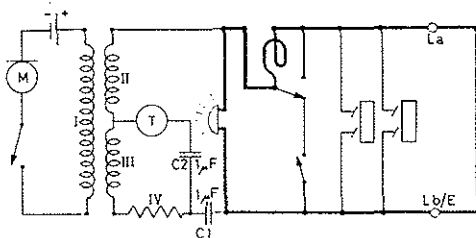

Fig 15.
34. Strømkretsen for denne prøven er vist i fig 15. Kortslett klemmeskruene «La» og «Lb/E» og trykk ned prøveknappen. Når en sveiver på induktoren, får en følgende strømkrets: Fra induktoren gjennom ringeklokken, over «Lb/E» og «La» og tilbake til induktoren. Av diagrammet vil framgå at forbindelsen fra induktorkontakten til «Lb/E» er brutt, når prøveknappen er trykket ned. Letteste vei for ringestrømmen å gå, blir over ringeklokken, da den videre vei inn i apparatet er blokkert av kondensatorene på 1 mikro F, idet disse yter stor motstand mot denne lave frekvens.